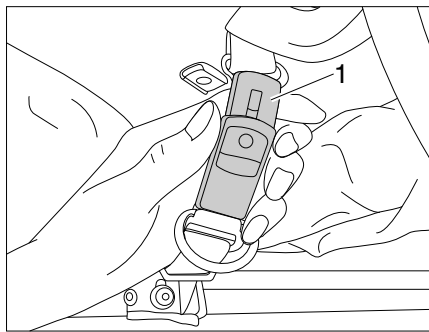

Bild 36 Sicherungsgurt öffnen
- Sicherungsgurte (Bild 36,1) öffnen.
- Sicherungsgurte (Bild 36,1) schließen.